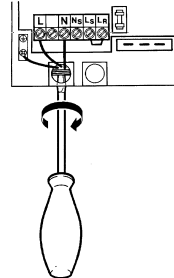

Рис. 15
– Кабель провести сквозь фиксирующее отверстие и подключить согласно рис. 15.